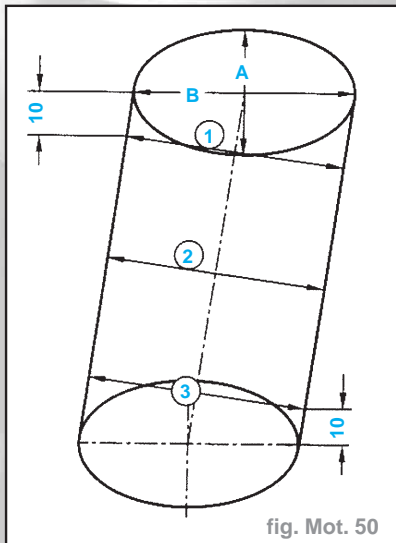

fig. Mot. 50
- Mesurer en 3 points en diagonale dans le sens transversal **-A-** et longitudinal **-B-** (fig. Mot. 50). Différences par rapport à la cote nominale : **0,08 mm maxi**.